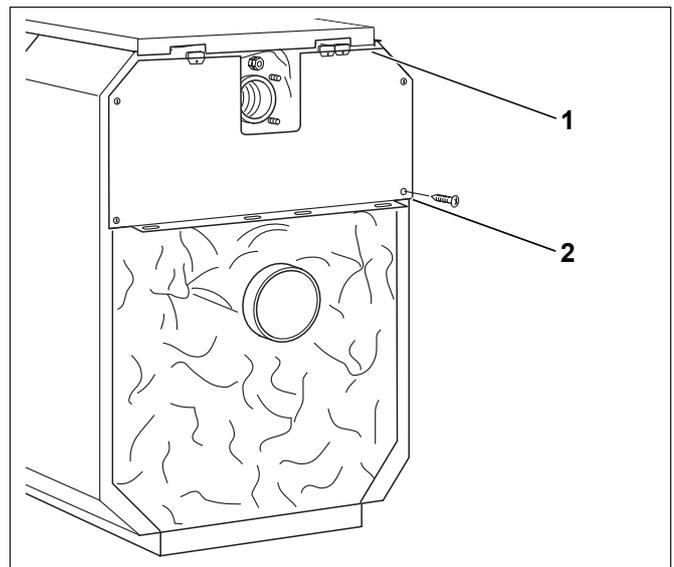

Bild 55 Obere Kesselrückwand montieren
- ▶ Obere Kesselrückwand unter die hintere Kesselhaube schieben (Bild 55, **Pos. 1**) und von hinten mit vier Blechschrauben an den Seitenwänden anschrauben (Bild 55, **Pos. 2**).